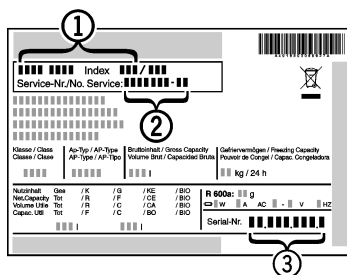

Fig. 10
- ▶ Consulte la denominación del aparato Fig. 10 (1), el nº de servicio Fig. 10 (2) y el nº de serie Fig. 10 (3) en la placa de identificación. La placa de identificación se encuentra en la parte interior izquierda del aparato
- ▶ Informe al servicio postventa indicando la falla, la denominación del aparato Fig. 10 (1), el nº de servicio Fig. 10 (2) y el nº de serie Fig. 10 (3).